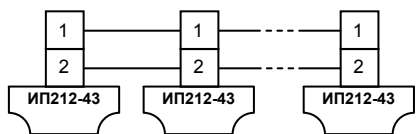

Рис. 2
3.3.5 Схема соединения извещателей при их объединении в группу приведена на рис. 2.